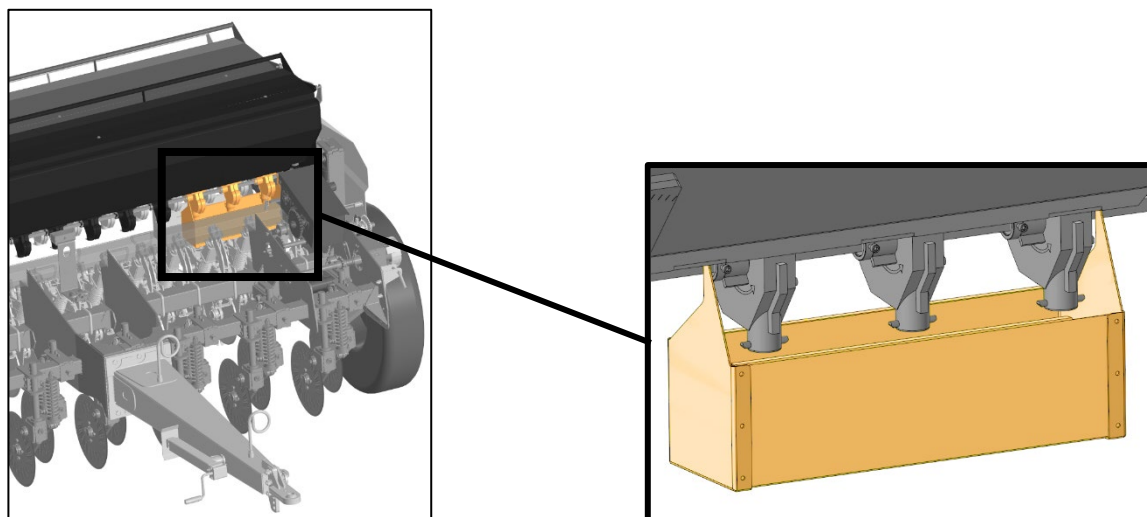

Рисунок 22 – Тара для сбора посевного материала
5. Установить под дозаторы тару для сбора посевного материала, рис.22.